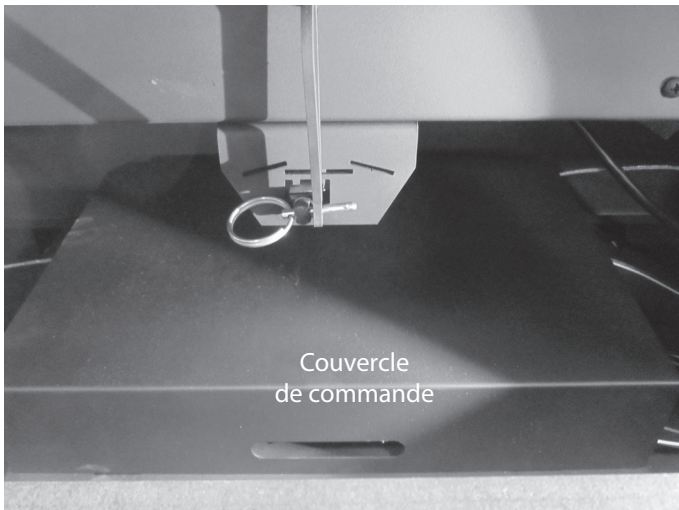

Figure 4.13 Retirez le couvercle
- Soulevez le couvercle et retirez-le pour accéder à la carte de commande. Voir la figure 4.13.